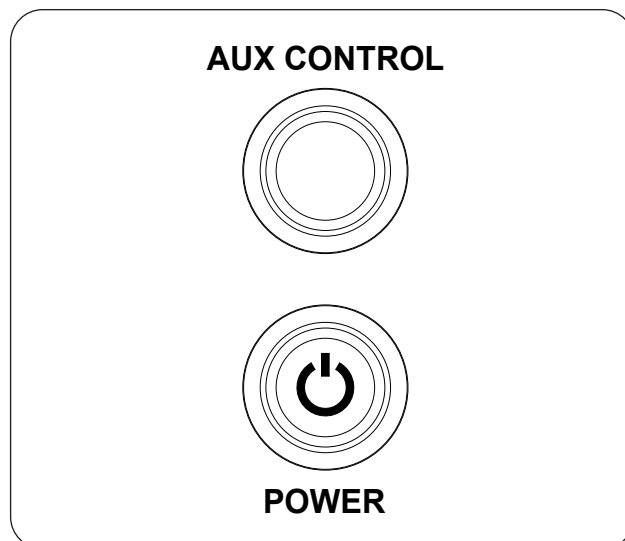

Fig. 42-1 Opération manuelle:
1. Localisez le panneau de commande sur le côté de l'appareil (reportez-vous à la LISTE DES PIÈCES D'IDENTIFICATION si nécessaire), et identifiez les boutons **AUX CONTROL** et **POWER** (voir Fig. 42-1).
Pour éteindre le brûleur (le système restera allumé), appuyez sur le bouton **AUX CONTROL** (voir Fig. 42-1).
Pour arrêter le brûleur et le système (arrêt total), appuyez sur le bouton **POWER** (voir Fig. 42-1).